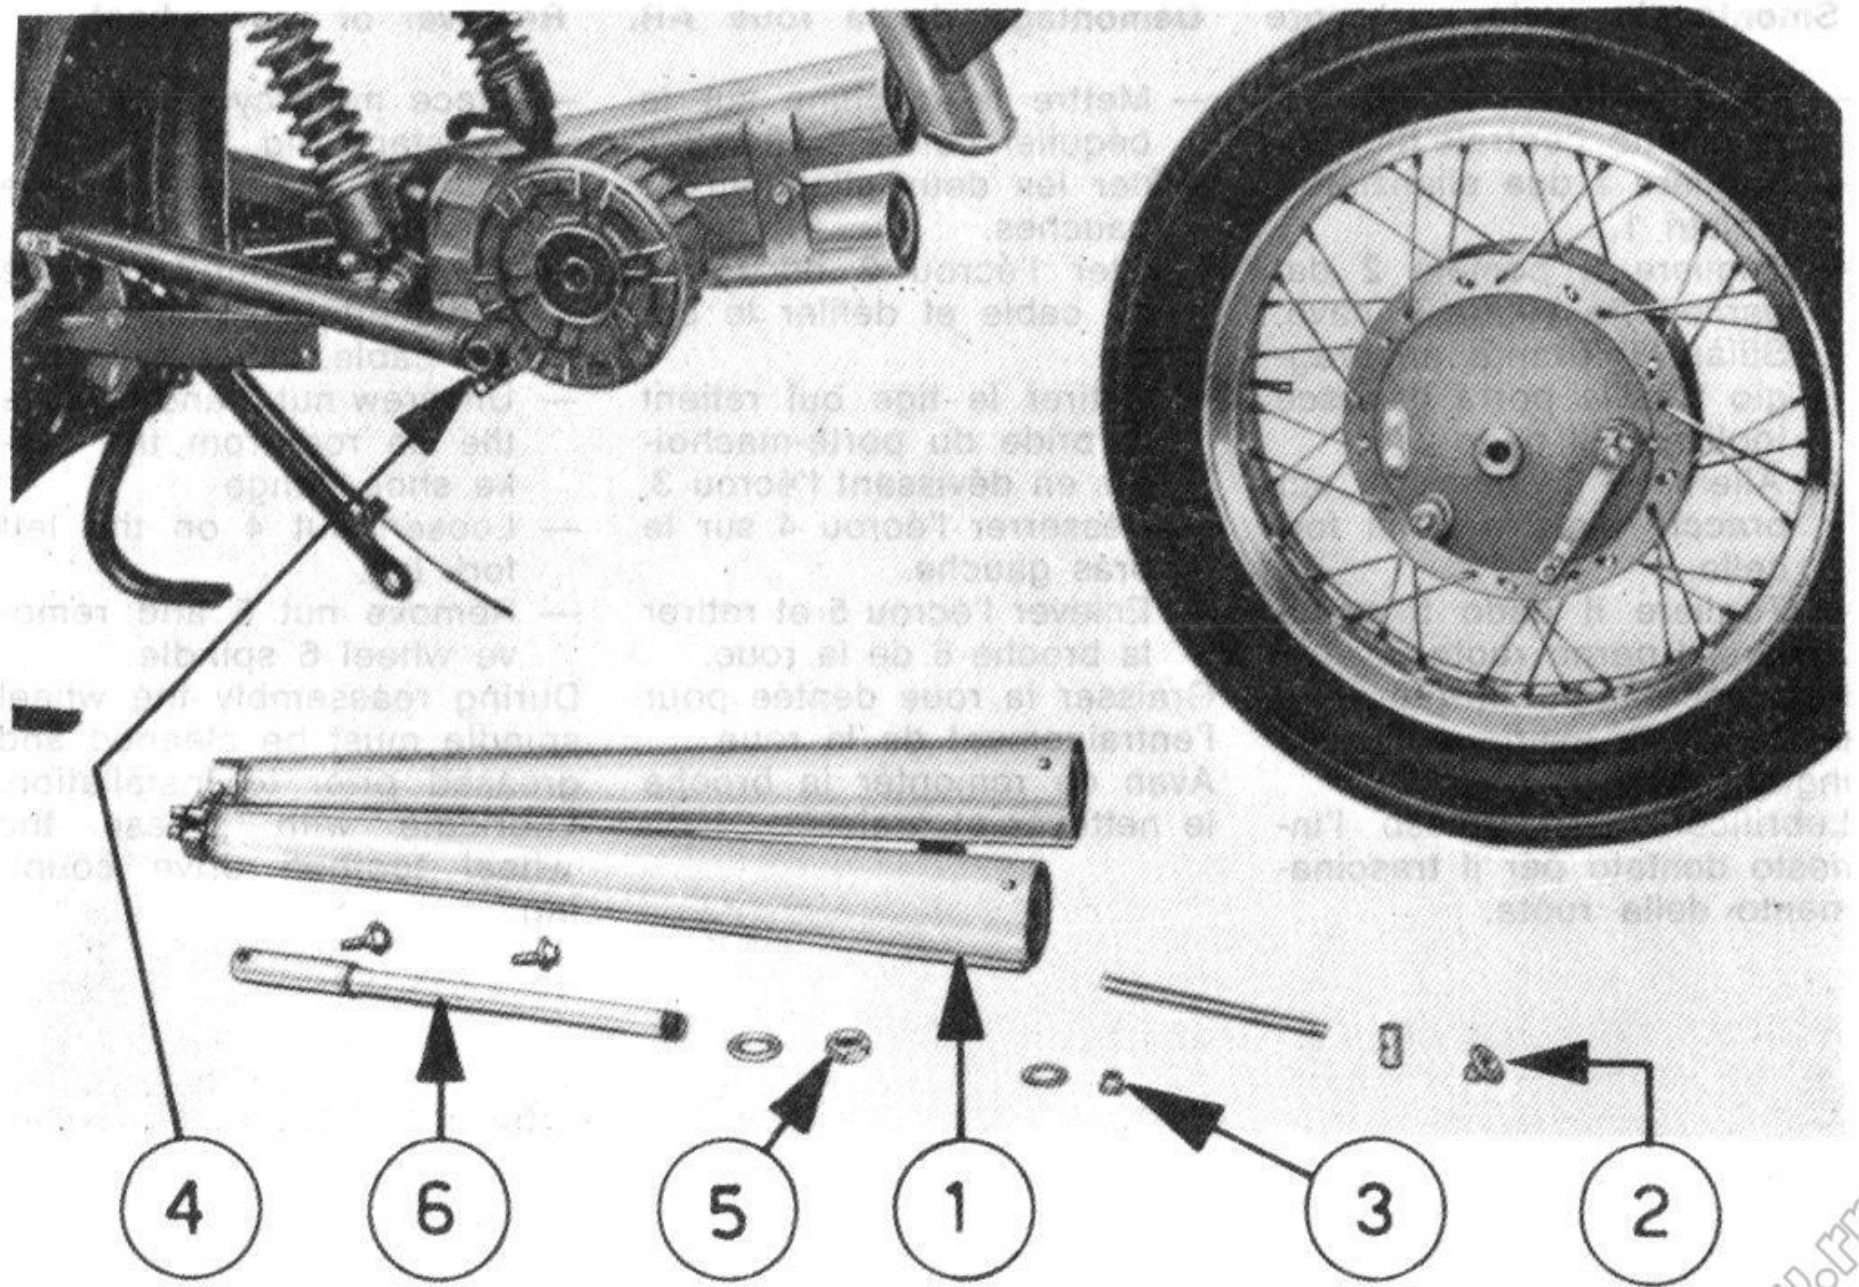

fig. 22
- Mettere il motociclo sul cavalletto centrale (fig. 22).
- Mettre la machine sur la béquille centrale (fig. 22).
- Place motorcycle on center stand (fig. 22).